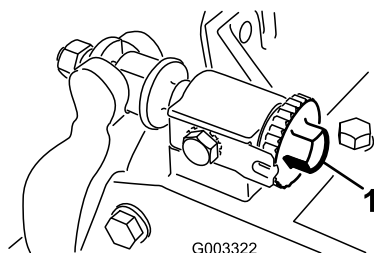

Figura 12
1. Collocate l'apparato di taglio su una superficie piana e orizzontale. Girate in senso antiorario le viti di regolazione della barra di appoggio per accertarvi che la barra di appoggio non tocchi il cilindro (Figura 12).
Importante: Accertatevi che i dadi sull'estremità posteriore delle viti di regolazione della barra di appoggio non poggino sul piano di lavoro (Figura 12).